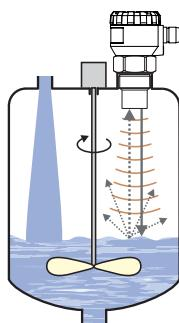

Рис. 12: Слегка волнистая поверхность
• При слегка неспокойной или волнистой поверхности (из-за мешалки, подачи жидкости и т.п.) возможно рассеивание и ослабление ультразвукового сигнала. Это может привести к сокращению диапазона измерения или ненадежному функционированию измерителя уровня (рис. 12).